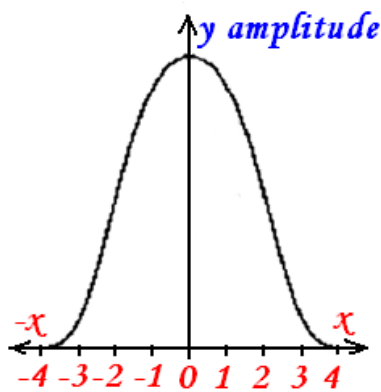

Figure 6
Si l'on fait l'acquisition d'un grand nombre de valeurs de bruit instantané et que les valeurs trouvées ont un arrangement comme la figure ci-contre (figure 6), alors le signal porte le nom de « bruit blanc gaussien ». On s'aperçoit que ce sont les valeurs égales à 0 qui sont les plus nombreuses pour qu'ensuite ce nombre décroisse pour les valeurs croissantes positives ou négatives de l'amplitude. Cette courbe suit la forme d'une cloche ou gaussienne.
La moyenne du bruit est nulle, les données de valeur positive sont annulées par les données de valeur négative. Sur la figure 6, la surface des valeurs négatives à gauche est égale à la surface des valeurs positives à droite mais au signe près. En effet si l'on fait l'acquisition d'un grand nombre de spectres (50) et que l'on en effectue la moyenne, la partie fluctuante disparaît presque totalement, le plancher de bruit descend et fait apparaître l'information contenue dans le signal sur la figure 7 ci-dessous. C'est une technique élémentaire de traitement de signal très efficace.